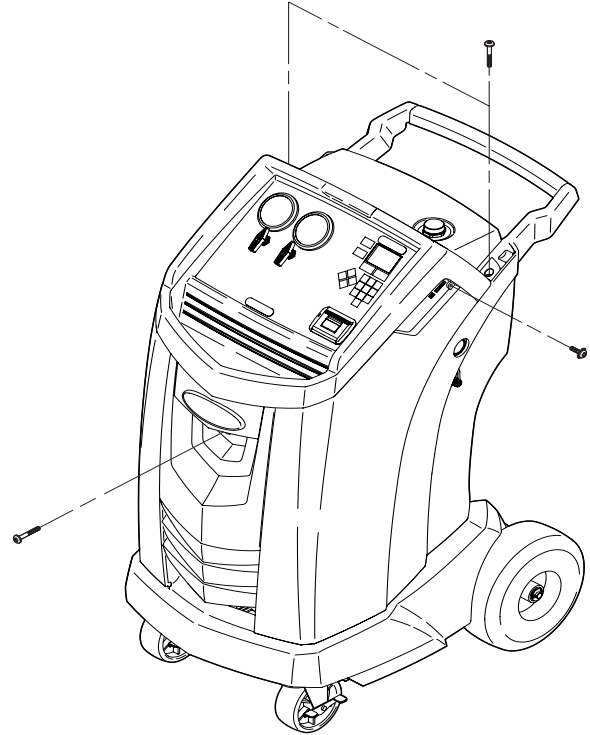

Figura 11
Spegner la stazione. Rimuovere il serbatoio dell'olio. Togliere le quattro viti di fissaggio del frontale. Vedi Figura 11.
2. Togliere le quattro viti di fissaggio del frontale. Vedi Figura 11.